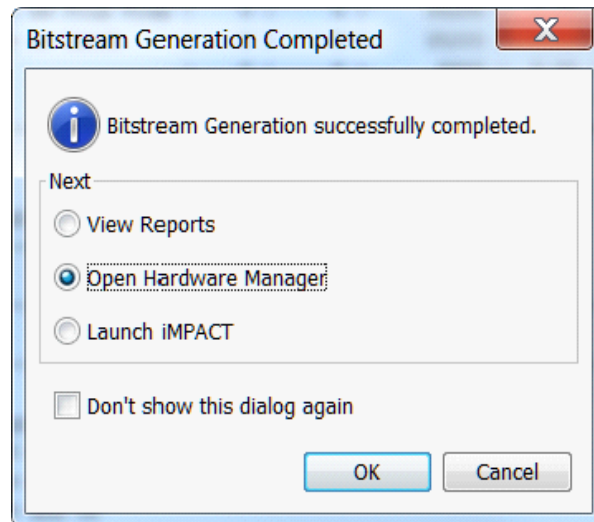

图 3-1-27 比特流生成
- (1) 确保微型 USB 电缆连接到 PROG UART 接口（在电源开关的旁边）；
- (2) 确保 JP7 设置为 USB 提供电源；
- (3) 接通电源板上的开关；
- (4) 点击程序和流程导航窗口中的调试任务下的 Generate Bitstream。比特流生成过程将在实现设计上运行。当这个过程完成比特流生成后，会弹出有三个选项的完成对话框，如图 3-1-27 所示：